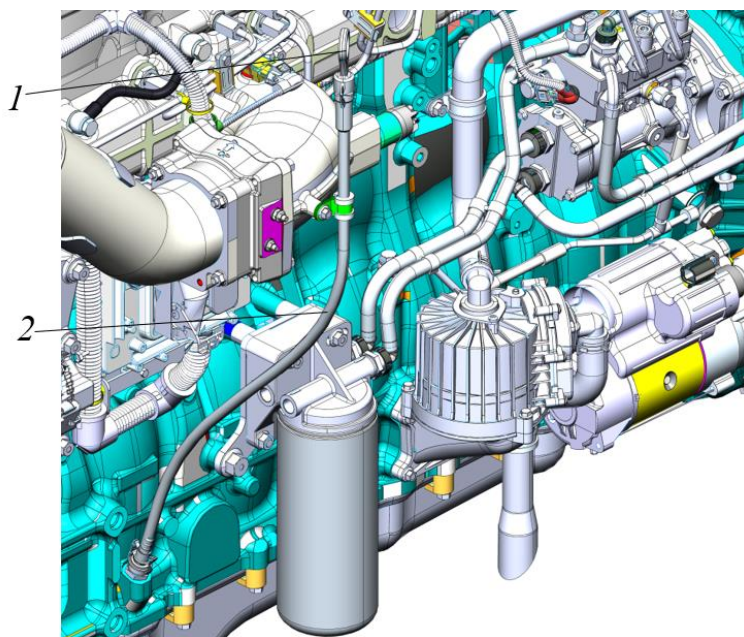

Рисунок 5.41. Место расположения щупа на двигателе
- ▶ Извлечь из держателя масляного щупа 2 масляный щуп 1 рис. 5.41.